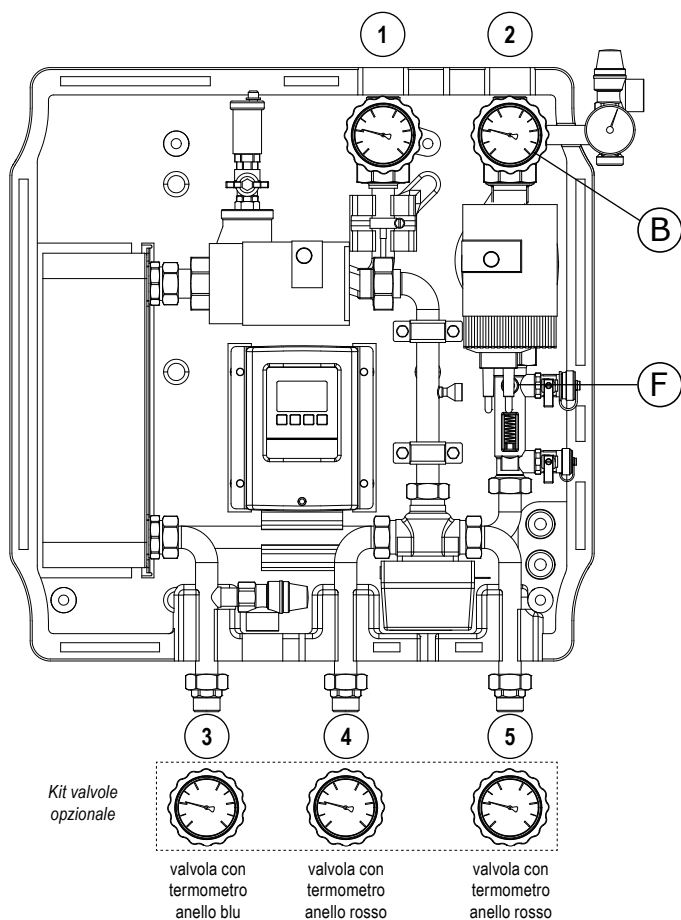

Figura 1: Schema delle connessioni e del kit valvole opzionale
- ✓ Montare il kit valvole (opzionale) secondo quanto rappresentato nella *Figura 1* alla pagina precedente;